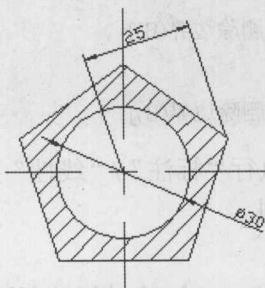

图 1-1
在图 1-1 中,我们见到的是一根空心五棱形棒的断面效果图。
(1) 设置图层: 执行“格式”/“图层”, 在弹出的“图层特性管理器”对话框中设置“粗实线”, “中心线”(图中红色线)和“细实线”图层。
(2) 绘制两相交的中心线, 即图 1-1 中的红色线。
(3) 在“粗实线”图层下绘制圆(半径为 15)。